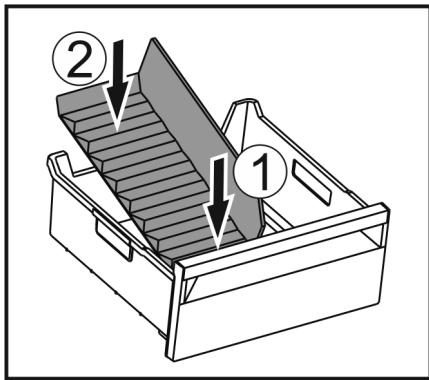

Fig. 139
- Vložte prednú časť oddelovača zásuvky na ľad. Fig. 139 (1)
- Spusťte zadnú časť oddelovača zásuvky na ľad až na dno zásuvky. Fig. 139 (2)